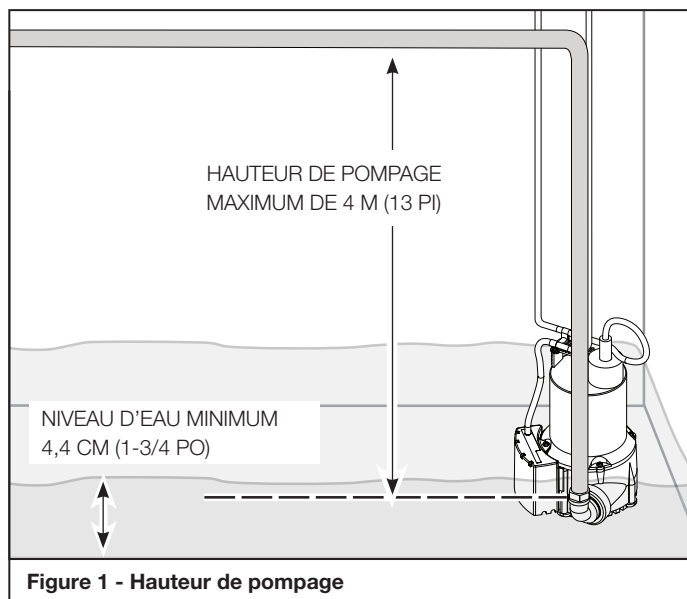

Figure 1 - Hauteur de pompage
1. Vérifier que la hauteur de pompage NE dépasse PAS 4 m (13 pi) (voir la Figure 1). Si la hauteur de pompage dépasse 4 m (13 pi), cette pompe NE fonctionnera PAS.
2. Vérifier que la profondeur de la pompe est de 4,4 cm (1-3/4 po) ou plus (voir la Figure 1).